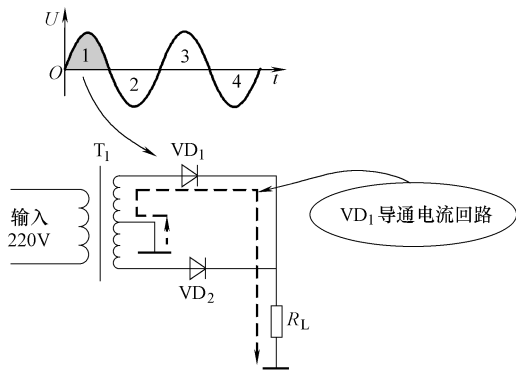

图 10-37  $VD_1$  导通电流回路示意图
1) 半周分析。 $T_1$  二次绕组上端正半周交流电压“1”使  $VD_1$  导通，图 10-37 所示是  $VD_1$  导通电流回路示意图， $VD_1$  导通后的电流回路是：二次绕组上端→整流二极管  $VD_1$  正极→ $VD_1$  负极→ $R_L$ →地端→二次绕组中心抽头→二次绕组中心抽头以上绕组构成回路。